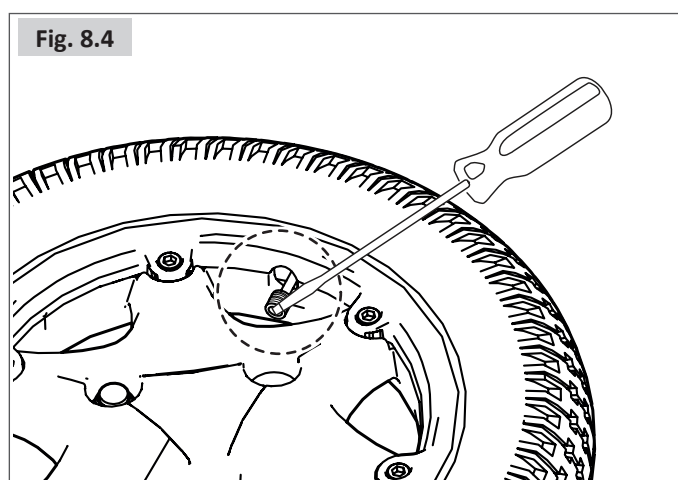

Fig. 8.4
- Enlevez le capuchon de la valve et faites sortir l'air du pneu en appuyant délicatement sur la tubulure de la valve à l'aide d'un tournevis de petite taille (Fig. 8.4).